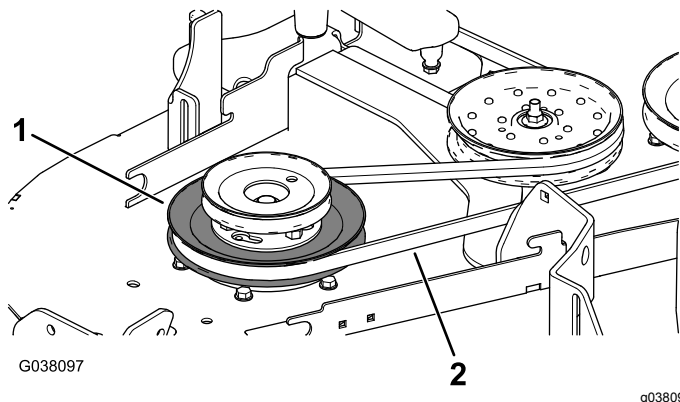

Bild 13
- Verlegen Sie den Mähwerkriemen um die untere Riemenscheibe der doppelten Riemenscheibe (Bild 13).